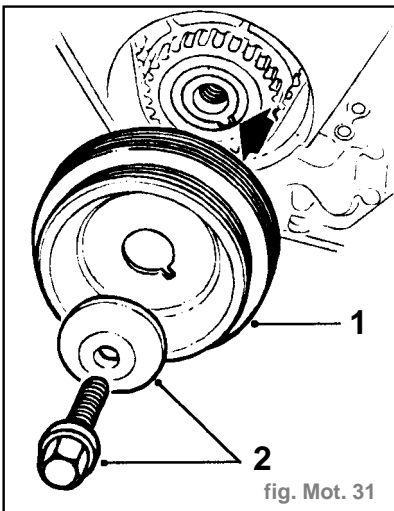

fig. Mot. 31
- Poser la poulie de vilebrequin (1) sur le pignon du vilebrequin en contrôlant que le creux de la poulie s'engage sur l'oreille du pignon (fig. Mot. 31).
- tion de la pompe de direction assistée (3).
- Déposer le tendeur de courroie de pompe de direction assistée (4).
- Enlever le boulon maintenant la poulie sur le vilebrequin et récupérer la rondelle (2) (fig. Mot. 31).